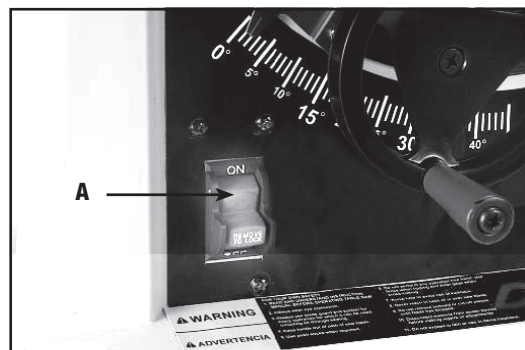

Fig. 27
El interruptor de encendido/apagado (A), Fig. 27, está ubicado en el frente de la sierra. Para “ENCENDER” la sierra, mueva el interruptor (A) hacia arriba hasta la posición de “ENCENDIDO” (ON). Para “APAGAR” la sierra, mueva el interruptor (A) hacia abajo hasta la posición de “APAGADO” (OFF).